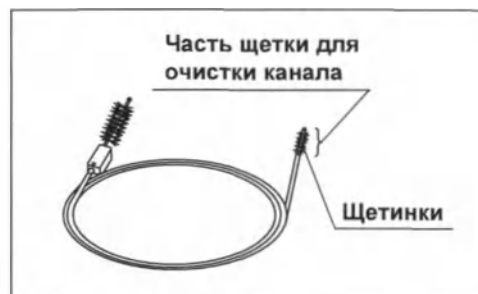

Рисунок 5.33
- 1 Возьмите часть щетки для очистки канала одноразовой комбинированной щетки (BW-412T) на расстоянии 3 см от щетинок. (См. рис. 5.33)